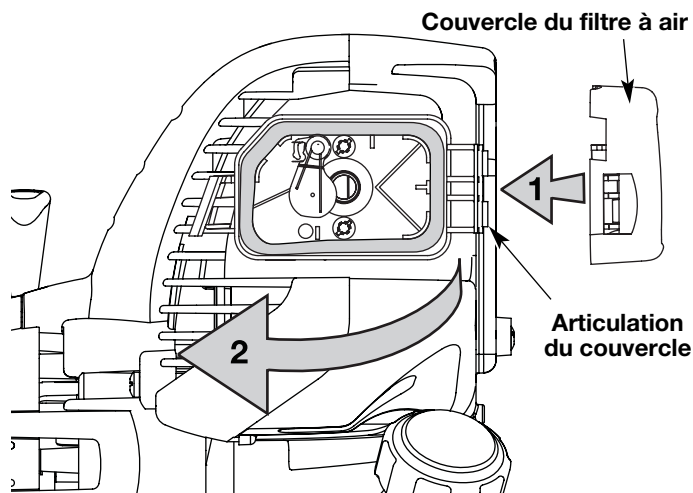

Fig. 33
7. Réinstallez le couvercle du filtre à air. Placez les crochets à droite du filtre à air dans les fentes à droite de la plaque arrière (Fig. 33, no.1).
8. Pivotez le couvercle vers la gauche jusqu'à ce que la languette du couvercle du filtre s'enfonce d'un déclic dans la plaque arrière (Fig. 33, no. 2).
12. Remplacez le couvercle du silencieux. Glissez avec un déclic les encoches sur les côtés du couvercle par-dessus les languettes du couvercle du moteur (Fig. 33).